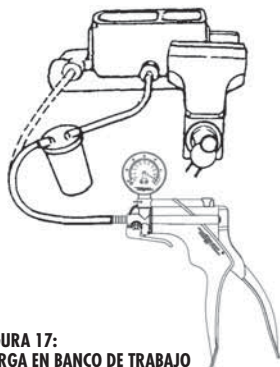

FIGURA 17:
3) Quite un tapón del cilindro maestro y conecte el adaptador apropiado a este orificio de salida del cilindro maestro. Conecte el tubo de la bomba al vaso del depósito y el tubo del vaso a la manguera al adaptador (FIGURA 17).